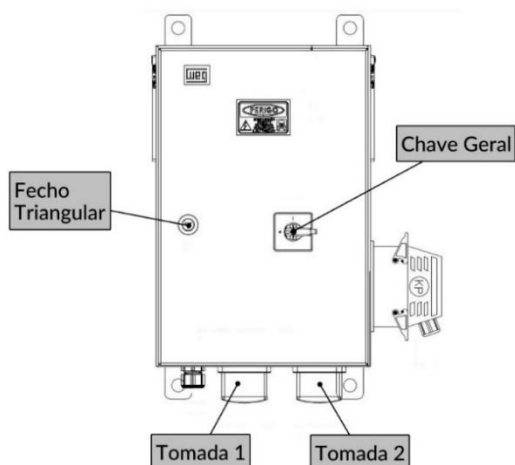

FIG. 11
- b) Utilize a chave específica que deve estar em poder do profissional da manutenção para abrir o painel elétrico da máquina (FIG. 11).